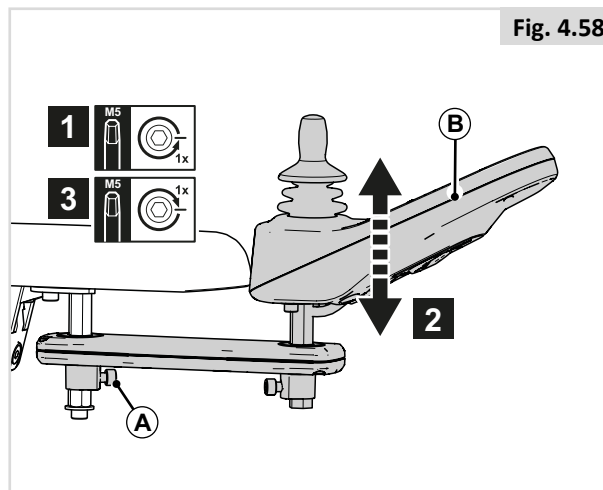
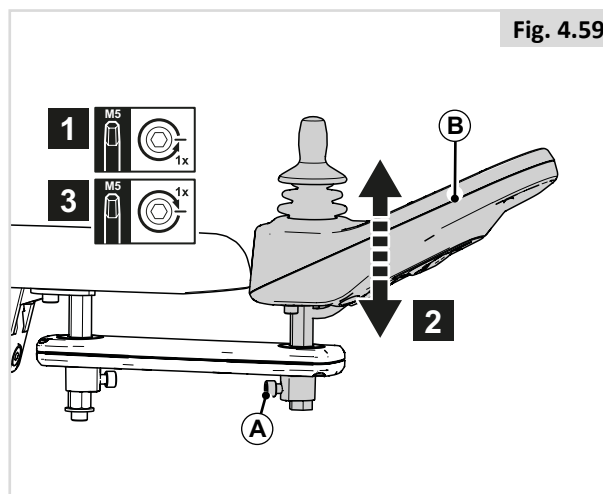

Fig. 4.58
Fig. 4.59
1. Afloje (A) una vuelta.
2. Ajuste (B) en la posición deseada.
3. Apriete (A).
Altura del mando de control (1) (Fig. 4.58)
Altura del mando de control (2) (Fig. 4.59)
1. Afloje (C) una vuelta.
2. Ajuste (D) en la posición deseada.
3. Apriete (C).